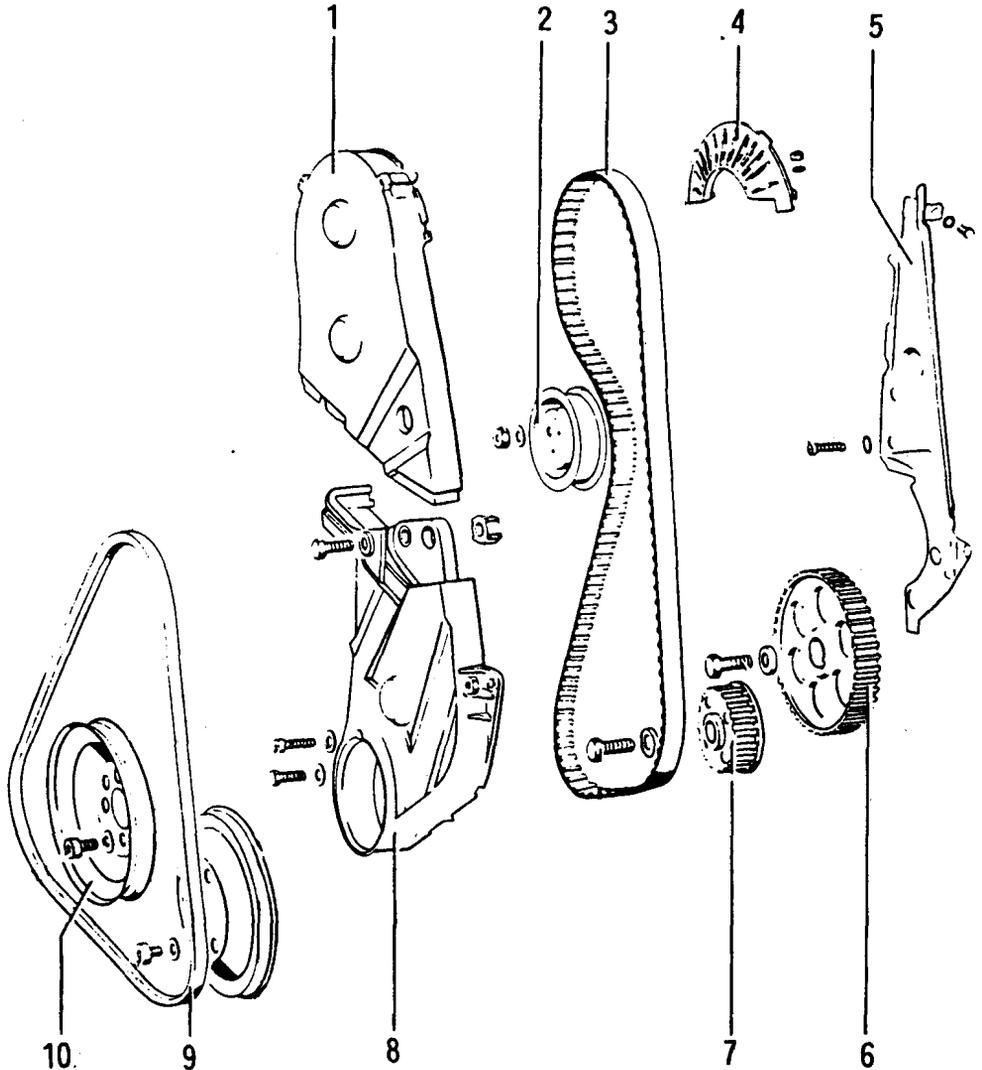
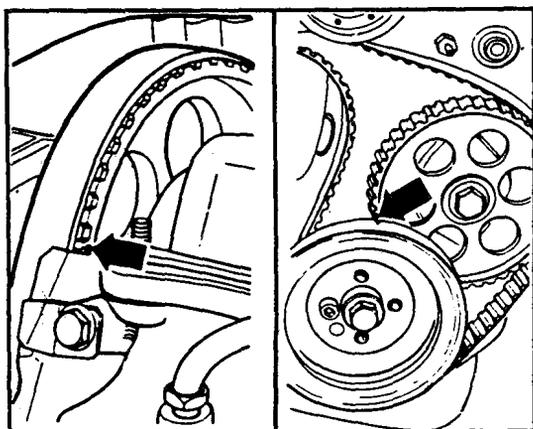

图 1-7 发动机齿型皮带等前端零件
图 1-9 皮带轮与惰轮的标记对齐
齿型皮带拆卸后的零件如图 1-7 所示。具体拆卸步骤如下:
(1) 将齿型皮带装到曲轴和中间轴皮带轮上。
(2) 用 V 型皮带螺栓固定曲轴的 V 型皮带轮 (注意安装位置)。
(3) V 型皮带轮 10 (图 1-7) 上的标记必须与惰轮 6 上的标记对齐 (保证第一缸活塞在上止点位置)，见图 1-9。
(4) 将齿型皮带装到凸轮轴皮带轮上。
(5) V 形皮带 9 (图 1-7) 张紧度的调整